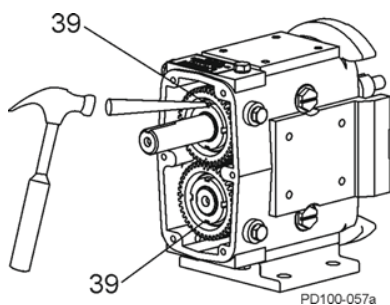

Abbildung 14 - Geradestellen der Sperrnase
- Stellen Sie die Nase an den Sicherungsringen gerade (Abbildung 14, Pos. 39).